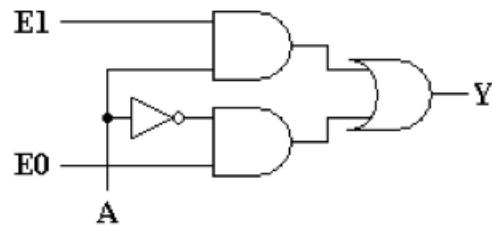

Figura 6: Multiplex de 2 canais de entrada, 1 variável de seleção e 1 canal de saída.
1. Efetue a montagem do circuito da figura 6 com os CIs que considerar mais convenientes, **atentando-se às conexões adequadas das alimentações destes.**
Tabela 5: Tabela Verdade para o circuito da figura 6.